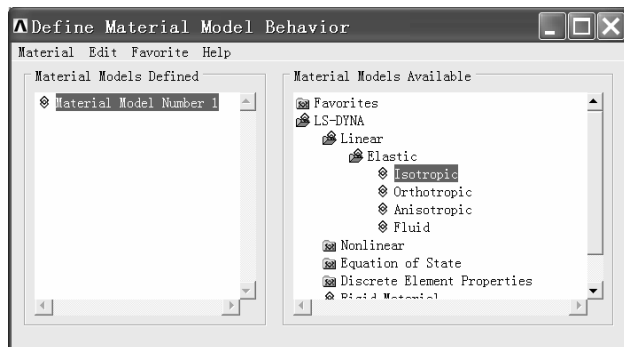
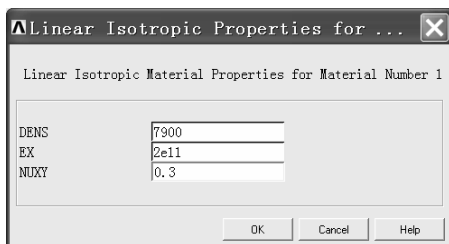

图 3-57 “Define Material Model Behavior” 窗口
图 3-58 “Linear Isotropic Properties for ...” 窗口
(9) 在另一种形式的“Real Constant Set Number 2, ...”窗口中“NIP”后的方框中输入“2”，在“T1”后的方框中输入“0.015”（即板厚）。再单击“OK”按钮返回到“Real Constants”窗口，单击“Real Constants”窗口中的“Close”按钮。
(10) 依次选择 Main Menu>Preprocessor>Material Props>Material Models，弹出“Define Material Model Behavior”窗口（见图 3-57）。单击窗口右边方框中的“LS-DYNA”→“Linear”→“Elastic”→“Isotropic”，弹出“Linear Isotropic Properties for...”窗口（见图 3-58）。
(11) 在“Linear Isotropic Properties for...”窗口中“DENS”后的方框内输入 7900，在“EX”后的方框内输入“2e11”，在“NUXY”后的方框中输入“0.3”。以上输入表示：材料的密度为 7900kg/m^3 ，杨氏模量为 $2 \times 10^{11}\text{Pa}$ ，泊松比为 0.3。再单击“OK”按钮返回到